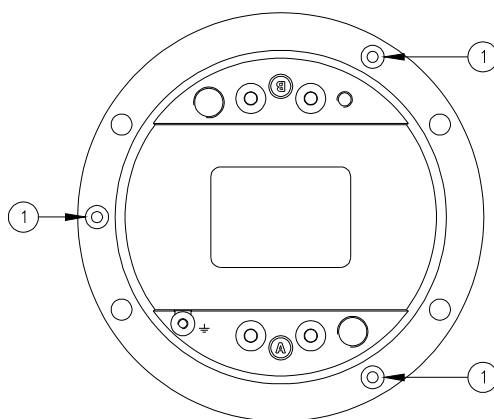

Figura 23 – Viti di fissaggio del coperchio inferiore
- Separare il coperchio inferiore dalla calotta svitando le tre viti di bloccaggio TSP TORX M5x10 (Figura 23 - n°1).
- Tre viti di bloccaggio TSP TORX M5x10 (Figura 23 - n°1);
Verificare il corretto posizionamento della guarnizione O-Ring tra calotta e coperchio inferiore (Figura 25 – n°2); montare il coperchio inferiore nella calotta e chiuderla con le tre viti TSP TORX M5x10 (Figura 23 - n°1). Uno strato di adesivo anaerobico frenafilietti medio (per esempio LOXEAL 24-18) può essere applicato alle viti prima dell'installazione; coppia di serraggio 2,5 Nm.